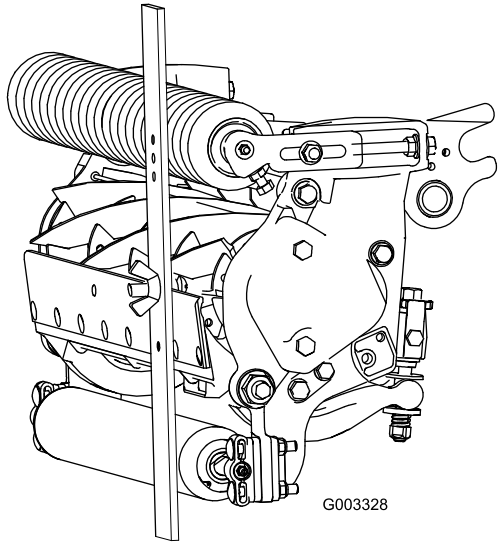

Figura 24
- 3. Agganciate la testa della vite sul tagliente della controlama e poggiate l'estremità posteriore della barra sul rullo posteriore (Figura 24).
- 4. Ruotate la vite di regolazione finché il rullo anteriore non toccherà la barra di riferimento (Figura 24). Regolate entrambe le estremità del rullo finché l'intero rullo non sarà parallelo alla controlama.